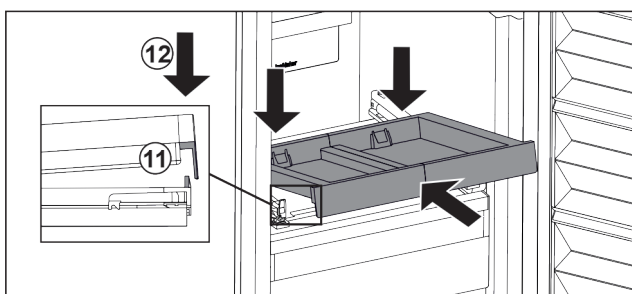

Fig. 195
- ▶ Insertați-l oblic. Aveți în vedere ca opritorul să fie în spatele lamei pe ambele părți. Fig. 195 (11)
- ▶ Depuneți raftul extractibil în față. Fig. 195 (12)